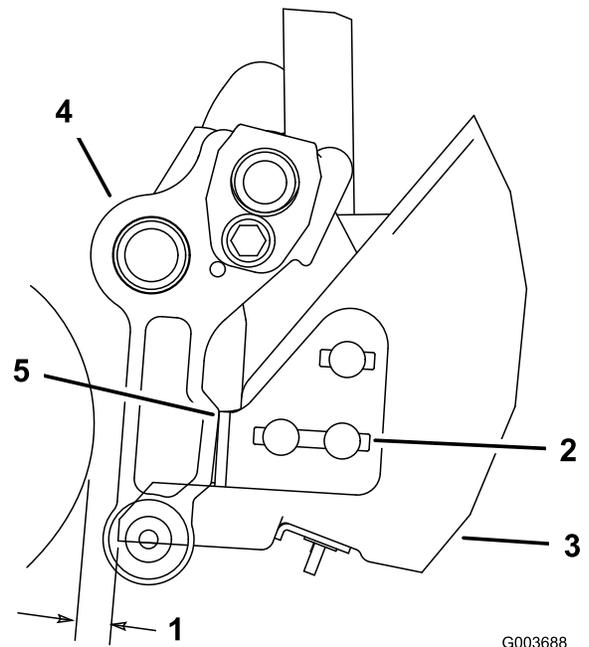

图13
- 2. 调整集草斗使其与滚刀组平行确保集草斗边缘与滚刀之间保持最小 6mm 的距离图13。
- 1. 在集草斗的两侧松开将集草斗限位支架固定到集草斗上的车架螺栓螺母图13。